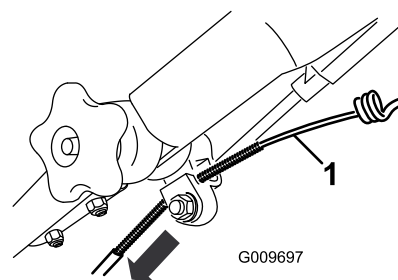

Bild 50
- Ziehen Sie den Kabelmantel nach unten, bis der freigelegte Zug kein Spiel mehr hat (Bild 50).